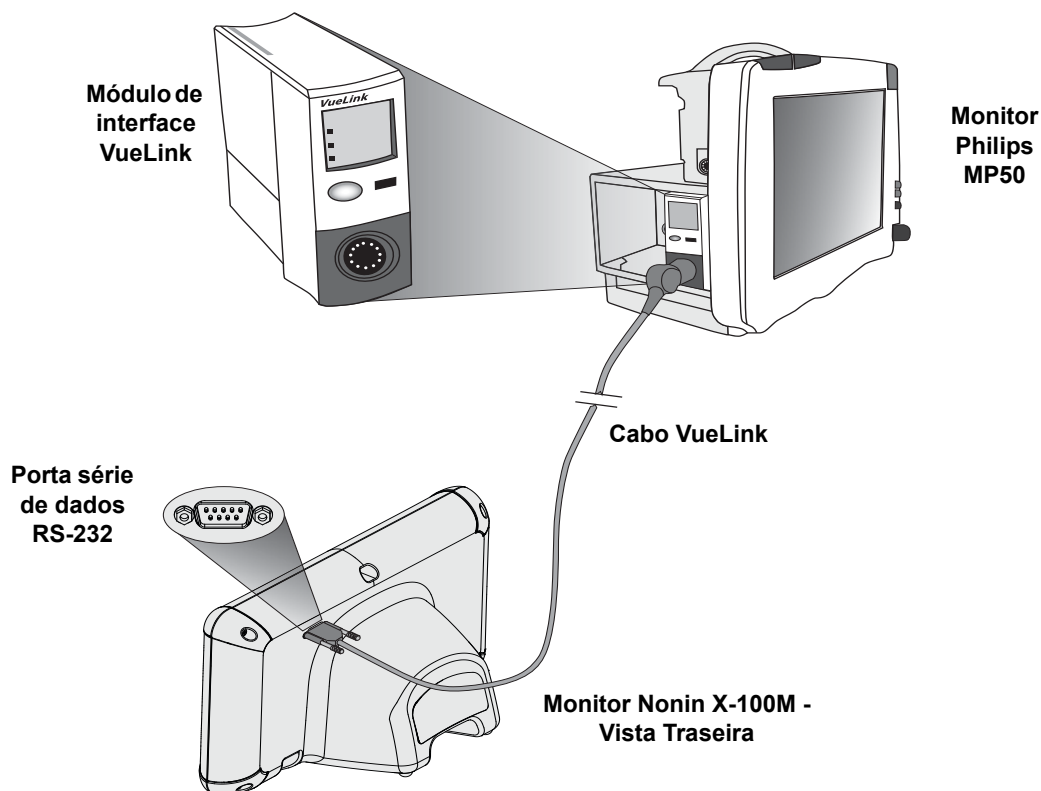

Figura 32: Ligação do monitor X-100M ao monitor Philips com VueLink
3. Ligue o cabo de ligação VueLink ao Módulo de interface VueLink (consulte a Figura 32).